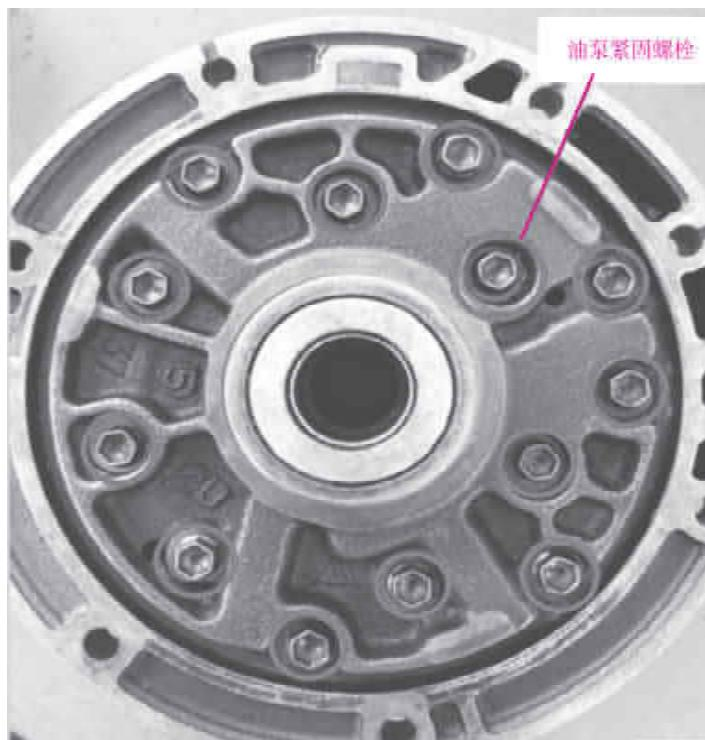

图 3-9 拆下油泵紧固螺栓和导轮轴总成
(3) 拆下油泵紧固螺栓和导轮轴总成,注意保持组装顺序,如图 3-9 所示。